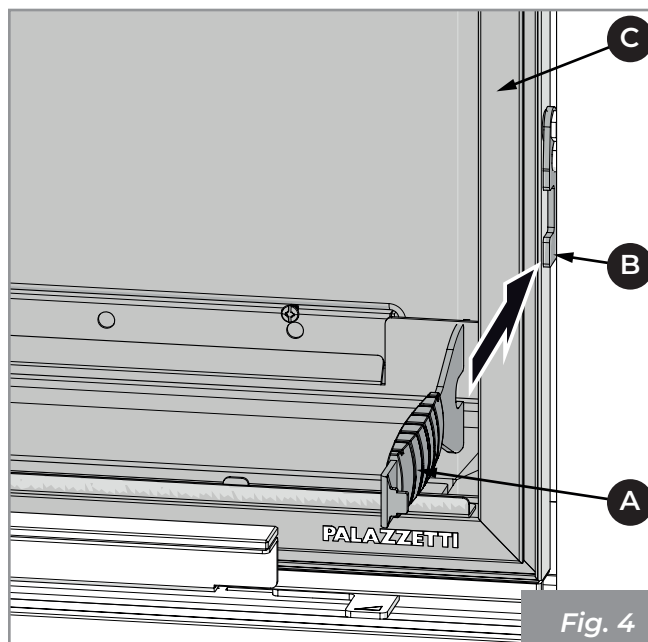
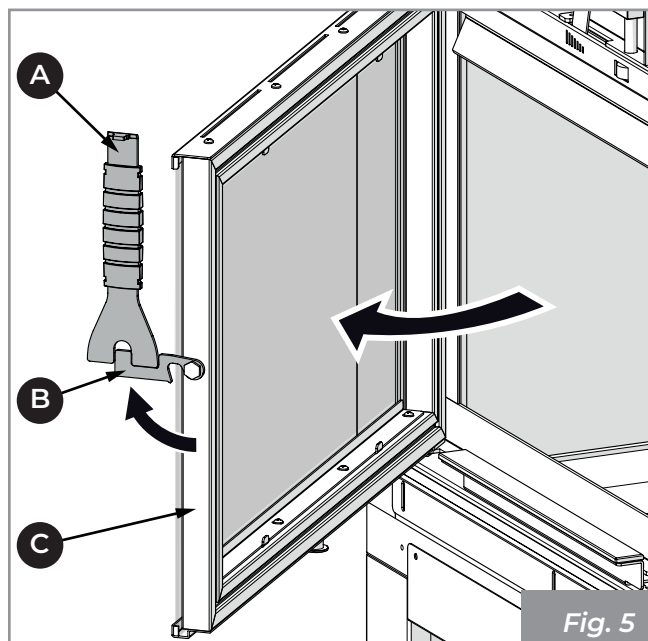

Fig. 4
Fig. 5
- 1) Introducir la manija fría (A) en la manija (B) para abrir la puerta (C) (Fig. 4 - Fig. 5).